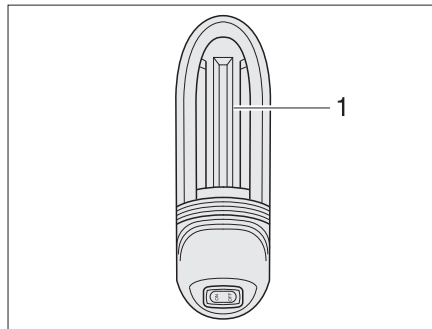

Fig. 268 Lampe de garage
- Pousser le cache de luminaire (Fig. 268,1) vers le haut et l'enlever.